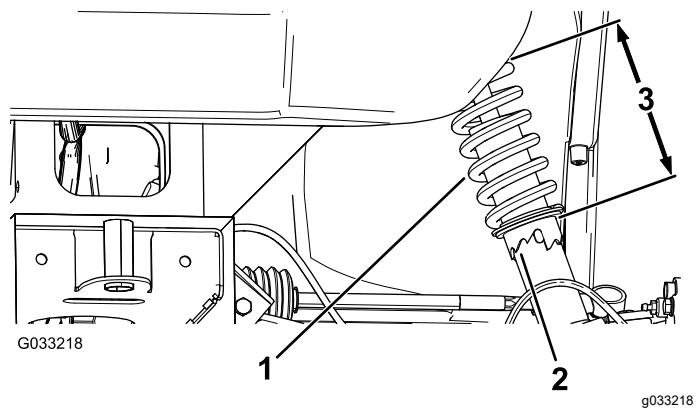

Figura 53
2. Se o alinhamento da roda estiver desalinhado, utilize a chave de aperto para rodar o anel na mola amortecedora para alinhar a roda (Figura 53).